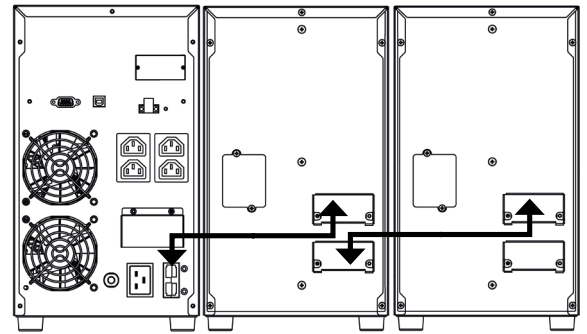

Fig. 9. Conexión con módulos de baterías.
Insertar el conector de un extremo de la manguera en el respectivo del SPS ADVANCE T y el del otro extremo al del módulo de baterías (ver Fig. 9).
- En la Fig. 9 se muestra, a modo de ejemplo, la conexión de un equipo de 3 kVA, con dos módulos de baterías. Para mayor número, operar de modo similar a los de la ilustración.